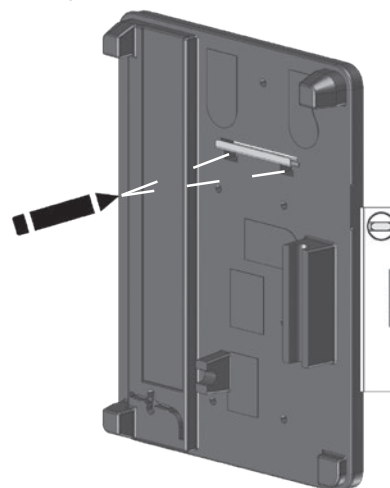

Fig. 4.3: Utiliser la partie arrière de la coquille d'isolation comme gabarit de perçage
5. Placer la partie arrière de la coquille d'isolation (U) avec l'équerre murale (W) sur le mur de façon perpendiculaire et l'utiliser comme gabarit de perçage (Fig. 4.3).
6. Marquer deux perçages pour l'équerre murale (W). Enlever la partie arrière de la coquille d'isolation (U) avec l'équerre murale (W) du mur, réaliser les perçages et les munir des chevilles (jointes).